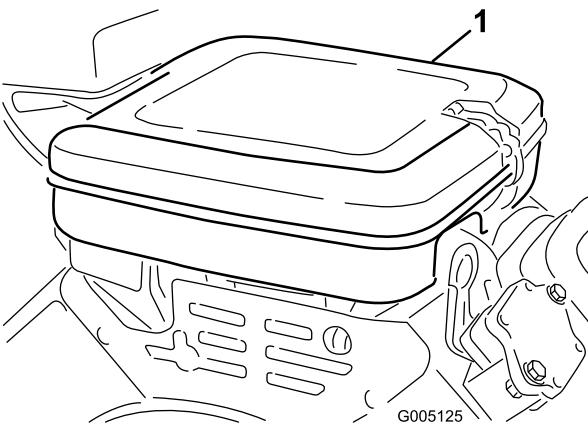

Figura 43
1. Rilasciate i fermagli di bloccaggio e rimuovete il coperchio del filtro dell'aria (Figura 43). Pulite accuratamente il coperchio.